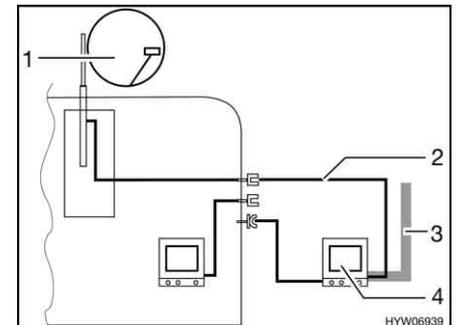

Fig. 99 TV en el área bajo el toldo
- TV en el área bajo el toldo (Fig. 99,4): Conexión a la antena del techo (Fig. 99,1) con el cable de conexión (Fig. 99,2)
- TV en el área bajo el toldo (Fig. 99,4): Conexión a antena externa (Fig. 99,3)